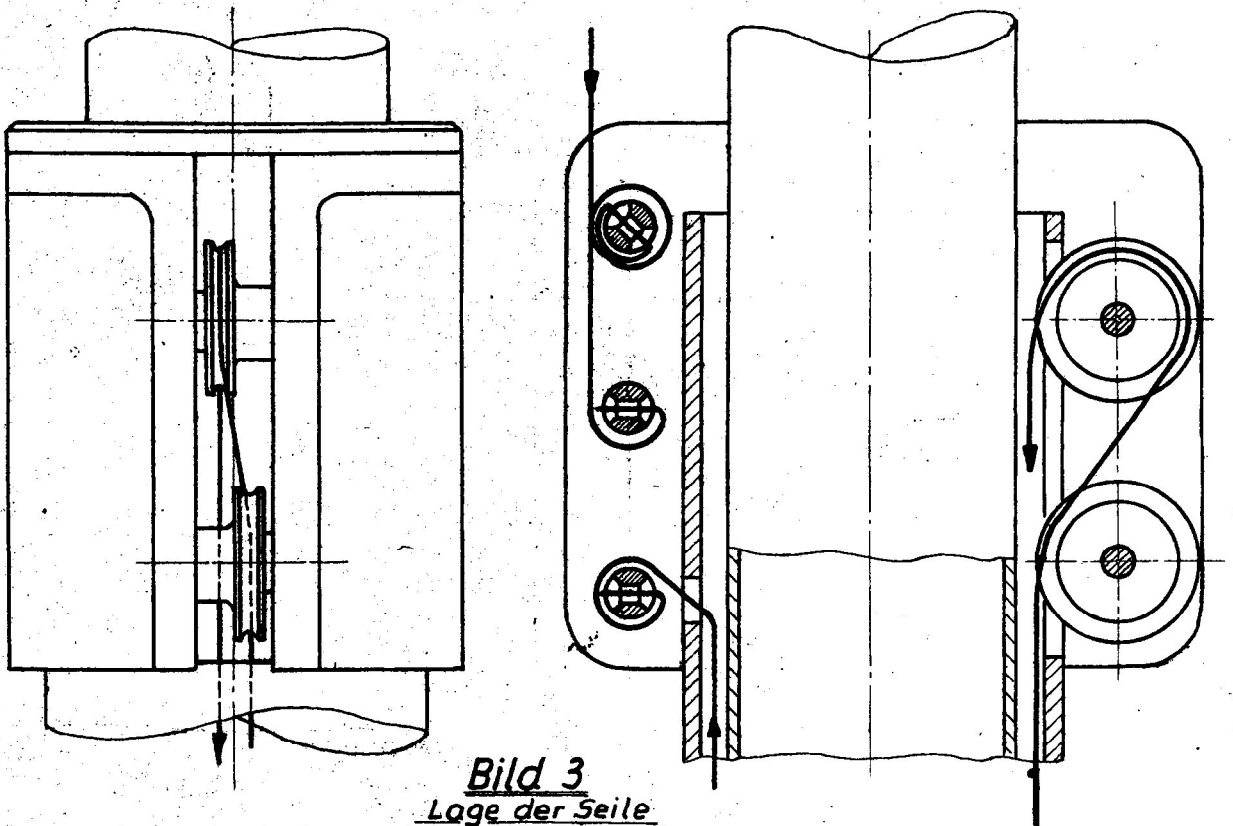

Bild 3
7. Rohrkopf 75 am Standrohr befestigen und die Seilrollen einsetzen. Die Schleife des Auszugseils I so über die Seilrollen legen wie Bild 3 zeigt.
16. Das Ende des Auszugseiles II verlöten und entsprechend Bild 3 durch die Bohrung des ersten Spannbolzens am Rohrkopf 75 ziehen, das Ende um den Spannbolzen legen und Seil so spannen, daß Rohr 2 bei leichtem Druck auf den Mastkopf ca. 5 mm ausgefahren ist. Danach wird das Seil durch die Bohrung des mittleren Spannbolzens gesteckt, in der unter D 9 beschriebenen Weise mit einer Abbindung versehen und so gespannt, dass der erste Spannbolzen entlastet ist.
17. Rückholseil II entsprechend Bild 3 in der bekannten Weise am dritten Spannbolzen befestigen und so spannen, daß der lt. Punkt 1 durch das Auszugseil eingestellte Abstand zwischen den Rohrköpfen wieder verschwindet.